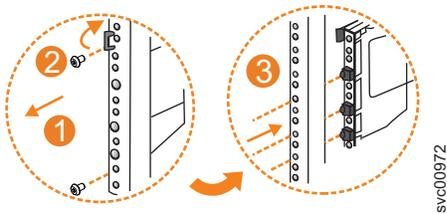

図 49. 前面フレーム・ブラケットからのレール・アセンブリーの取り外し
1. 図 49 に示すように、外部レール・セクションを前面ブラケット・アセンブリーに固定している 2 本のねじを取り外します。
2. 図 49 に示すように、レール・セクションを前面ブラケットから引き離して、取り外します。